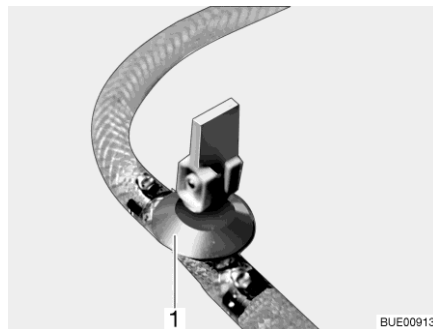
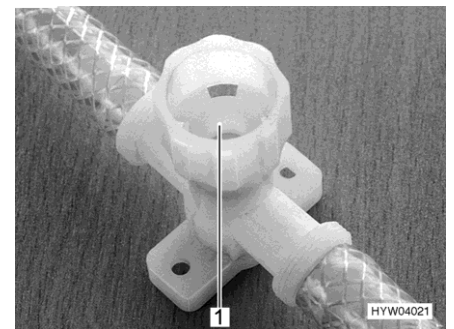

Fig. 248 Rubinetto di scarico (con leva a bilanciante)
Fig. 249 Rubinetto di scarico (con tappo a vite)
- Chiudere tutti i rubinetti di scarico. Mettere la leva a bilanciante del rubinetto di scarico (Fig. 248,1) orizzontale o chiudere il coperchio del rubinetto di scarico (Fig. 249,1) in senso orario.